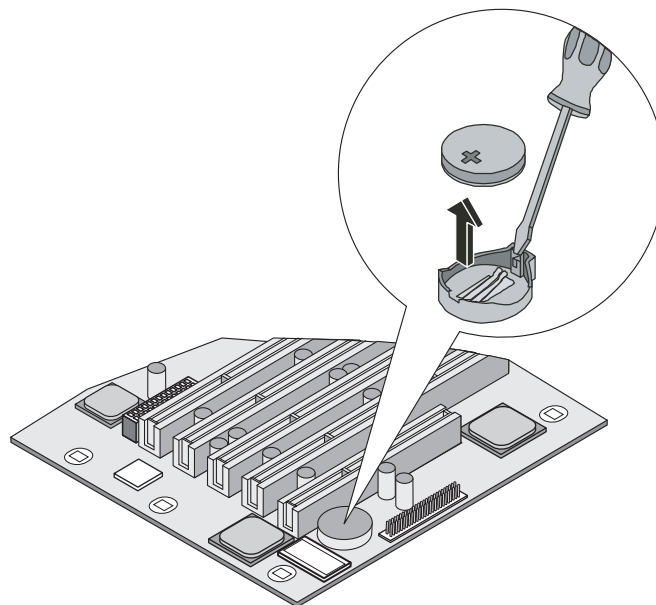

Abbildung 5-3: Auswechseln der Batterie
5. Nehmen Sie die vorhandene Batterie heraus (siehe Abbildung 5-3).